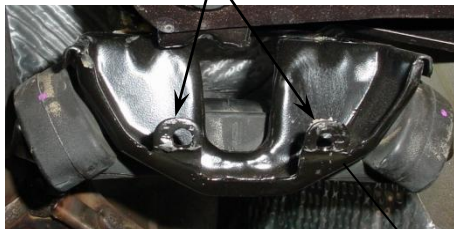

Fig. 2
①	Cant. (1)	Perno hexagonal, M12 x 1.25 x 30mm CL 8.8	⑧	Cant. (1)	Arandela cónica, 7/16"
②	Cant. (2)	Arandela cónica, 1/2"	⑨	Cant. (1)	Espaciador, 438 X 1.00 X 2.00
③	Cant. (1)	Tuerca de manija, M12	⑩	Cant. (1)	Perno de carruaje, 7/16-14 X 2.00
④	Cant. (1)	Tuerca hexagonal, 1/2"	⑪	Cant. (1)	Espaciador, 188 X 1.00 X 3.50
⑤	Cant. (1)	Perno de carruaje, 1/2- 13 x 2.00 Gr. 5	⑫	Cant. (2)	Perno hexagonal, M8 x 1.25 x 40mm CL 8.8
⑥	Cant. (1)	Espaciador, 25 X 1.50 X 3.00	⑬	Cant. (2)	Arandela cónica, 3/8"
⑦	Cant. (1)	Tuerca hexagonal, 7/16 - 14	☺
- Retire la placa protectora plástica debajo del lado del pasajero del vehículo retirando los (2-3) tornillos Torx® 25 y (2) tuercas hexagonales plásticas. Devuelva la cubierta protectora plástica al propietario.
- Retire los (2) tornillos Torx® 25 restantes de la parte inferior de la placa protectora del vehículo (no deseche). No están presentes en el sedán 2011.
- Baje el escape quitando el aislante de goma del escape al frente del eje y los (2) pernos del soporte del gancho de escape. Apoye según sea necesario.
- Doble las dos lengüetas pequeñas del soporte del escape hacia arriba (fig. 2). Baje el recipiente de vapor de combustible en el lado del pasajero (si está presente).
- Instale el perno M12 y arandela (piezas 1 y 2) como se muestra. Rote el soporte de escape de nuevo a su lugar e instale (2) pernos M8 y arandelas (piezas 12 y 13). Retire el cable de halar de 7/16 e instale la tuerca de 7/16" y arandela (piezas 7 y 8) como se muestra.